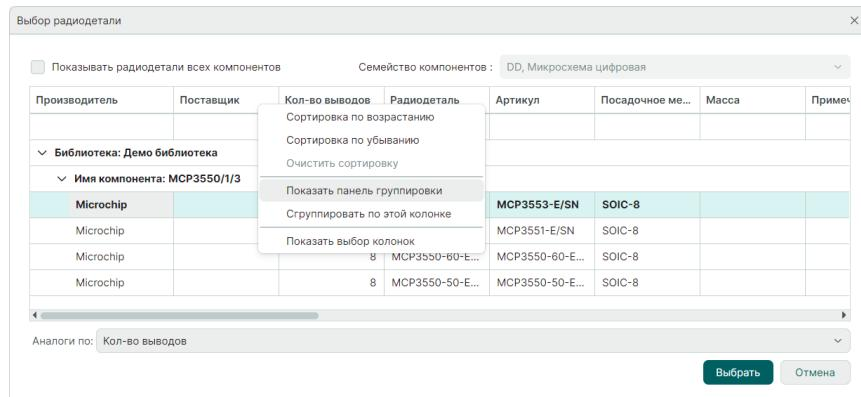

Рис. 98 Группировка радиодеталей по умолчанию
3. По умолчанию данные сгруппированы по столбцам «Библиотека» и «Имя компонента». Для отображения панели группировки используйте команду контекстного меню «Показать панель группировки» для любого заголовка столбца, см. Рис. 98.